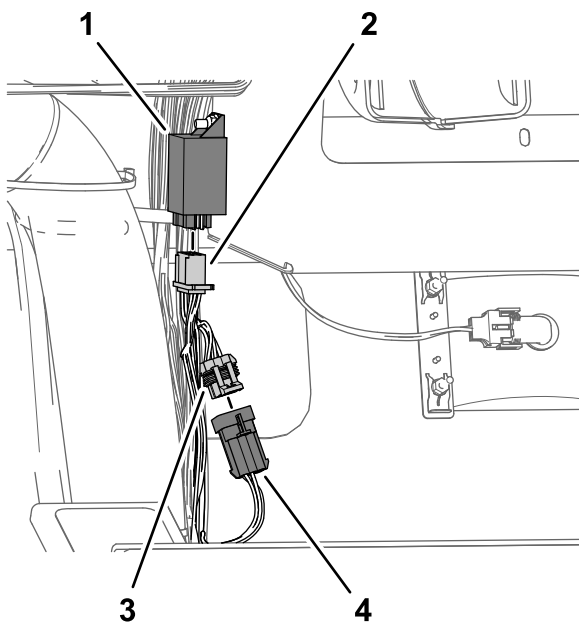

Figura 22
3. Módulo de intermitencia (CE)
5. Enchufe el conector hembra de 6 vías del arnés de cables del kit en el módulo de intermitencia CE (Figura 22).
- Enchufe el conector de 6 pines del arnés de cables de la máquina en el conector de 6 pines del arnés de cables del kit marcado TO MAIN HARNESS (Figura 22).